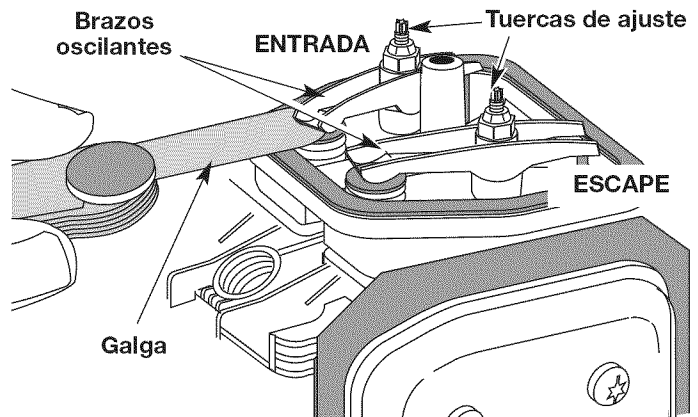

Fig. 26
- El pistón se encuentre en la parte superior de su recorrido mientras mira dentro del orificio de la bujía de encendido (Fig. 26).
- Deslice la galga entre el brazo oscilante y el resorte de retorno de la válvula. Mida el huelgo entre el vástago de la válvula y el brazo oscilante (Fig. 26 y 27). Realice esto en las válvulas de entrada y de escape.
El huelgo recomendado para las válvulas de entrada y de escape es 0,076 – 0,152 mm (0,003 – 0,006 pulgadas). Use un calibrador regular de automóvil de 0,127 mm (0,005 pulgadas). El calibrador debe deslizarse entre el balancín y el vástago de la válvula con una ligera cantidad de resistencia, sin doblarse (Fig. 26 y 27).